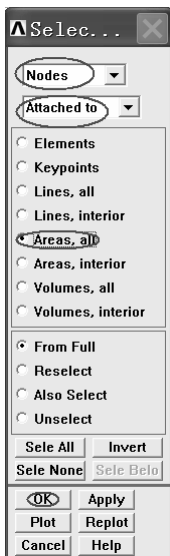

图 4-46 提取柱壳头部的节点
(3) 依次选择 Utility Menu>Entities..., 弹出 “Selec...” 窗口 (见图 4-46), 在该窗口的第一个方框中选择 “Nodes”, 在第二个方框中选择 “Attached to”, 再选中 “Areas, all” 单